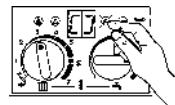

Рис. 47
- Нажать на сервиславиши и держать так долго, пока не высветится "["], рис. 47.